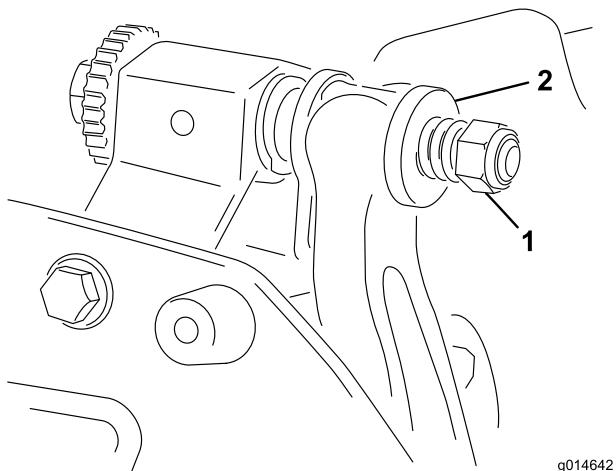

Figura 19
4. Apriete la tuerca de tensado del muelle hasta que el muelle esté comprimido del todo, luego aflojela 1/2 vuelta (Figura 19).